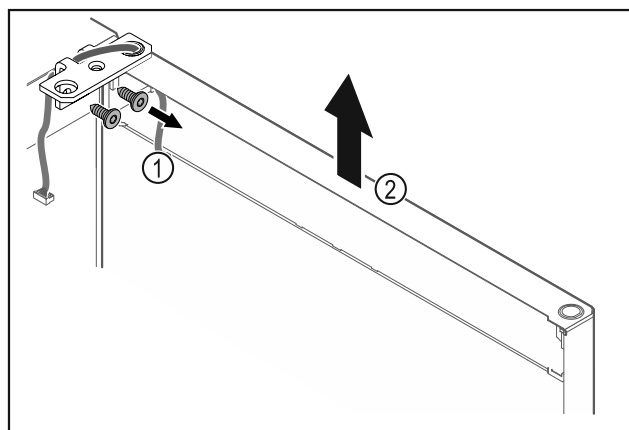

Fig. 19
- ▶ Развийте ъгъла на пантата Fig. 19 (1).
- ▶ Повдигнете вратата заедно с ъгъла на пантата Fig. 19 (2) приблизително 200 mm право нагоре и я свалете.